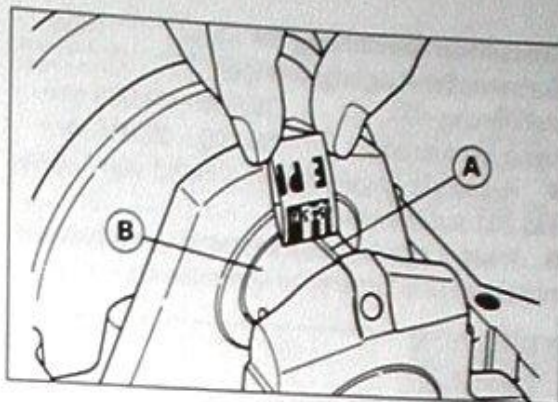

Bild 226
- Lagerspiel wie oben beschrieben mit Plastigage-Messstreifen bestimmen (Bild 226).